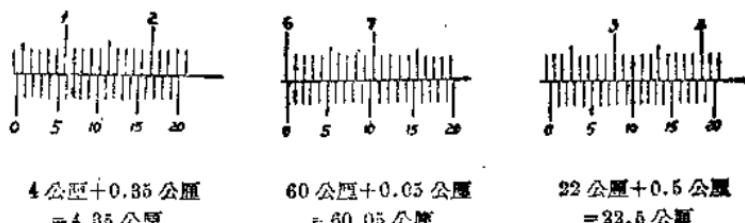

图 11
0.95 公厘 = 0.05 公厘。图 11 是游标尺上所表示的尺寸。